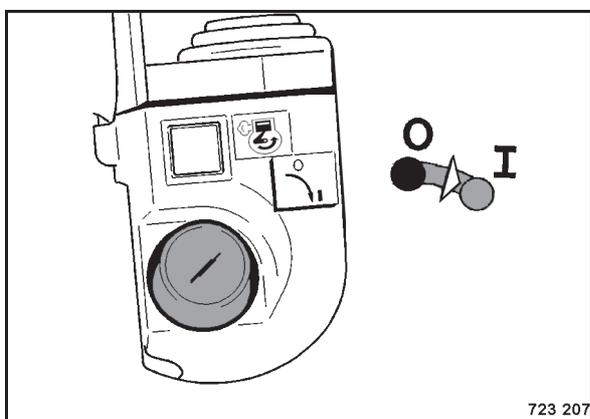

Bild 76
- Zündung (Bild 76) einschalten.